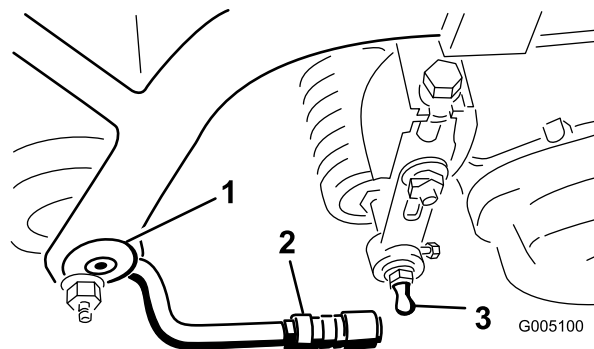

Figura 9
2. Montate una rondella ed un prigioniero a sfera su ciascun lato del rullo anteriore degli apparati di taglio (Figura 9).
4. Fate scorrere indietro il manicotto sul giunto sferico e ruotate il braccio di traino verso il basso in modo che l'attacco si agganci sul prigioniero a sfera. Rilasciate il manicotto in modo che scorra sul prigioniero e blocchi l'intero gruppo (Figura 9).